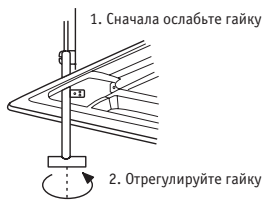

Рис. 5.18
- Если это не влияет на подъем и опускание внутреннего блока и дренажный трубопровод воды, для регулировки высоты внутреннего блока можно использовать отверстия в четырех углах панели. См. рисунок 5.18.